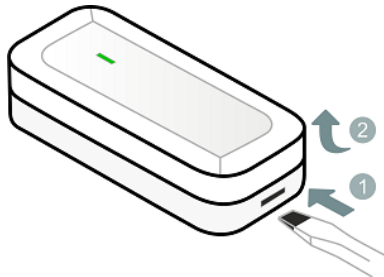
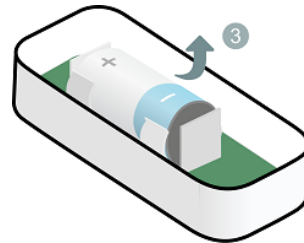
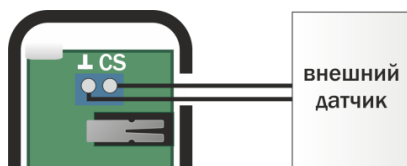

Рисунок 6.3 – Вскрытие корпуса датчика
Рисунок 6.4 – Извлечение батареи
Рисунок 8.1 – Схема подключения внешнего проводного датчика открытия
2.2. Если датчик не в первый раз переводится в режим связывания, то вскройте корпус датчика: при помощи плоской отвертки нажмите на одну из защелок и, не отпуская защелку, потяните крышку корпуса вверх (см. рисунок 6.3). Извлеките батарею из датчика (см. рисунок 6.4). Подождите 30 секунд и установите батарею обратно, соблюдая полярность.
Для подключения геркона вскройте корпус основного элемента датчика (см. рисунок 6.3). Подключите провода геркона к клемме, расположенной на плате датчика открытия, как показано на схеме (см. рисунок 8.1).
2. С помощью индикации на датчике. Для этого вскройте корпус датчика (см. рисунок 6.3) и дважды нажмите на кнопку тампера (8, рисунок 2.1). Посмотрите на индикатор датчика. Соответствие уровня связи и индикации представлено в таблице 9.1.
- 1) Вскройте корпус основного элемента датчика (см. рисунок 6.3) и закрепите основание корпуса в выбранном месте с помощью самонарезающих винтов.